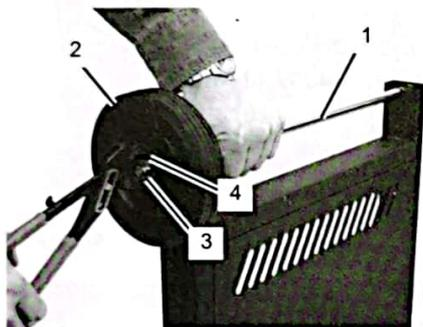

Abb. 10
2. Stecken Sie die Achse (Abb. 10/1) in die Löcher des rechten Seitenteils.
3. Stecken Sie das Rad (Abb. 10/2) auf die Achse. Achten Sie darauf, dass die Außenseite des Rades auch wirklich außen ist.
4. Stecken Sie die Scheibe (Abb. 10/3) auf die Achse.
5. Fixieren Sie die Achse, indem Sie die Sicherungsscheibe (Abb. 10/4) mit einer Zange in die Nut einpressen.